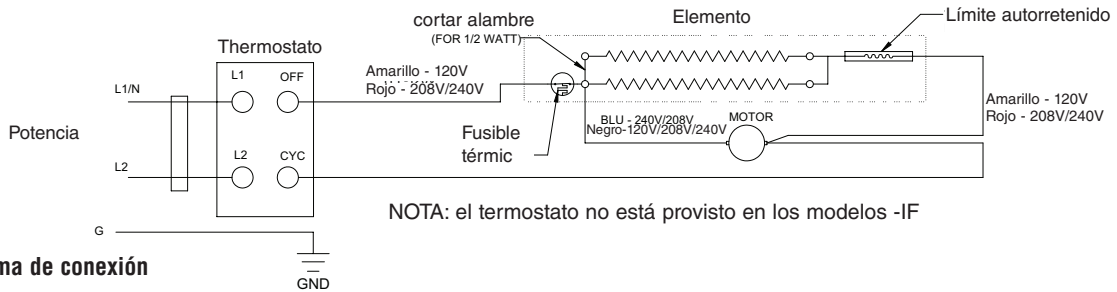

Figura 2 - Diagrama de conexión
1. Siga el diagrama de conexión (figura 2) y conecte los cables de alimentación a los cables del calefactor en la caja posterior utilizando conectores para cable adecuados.